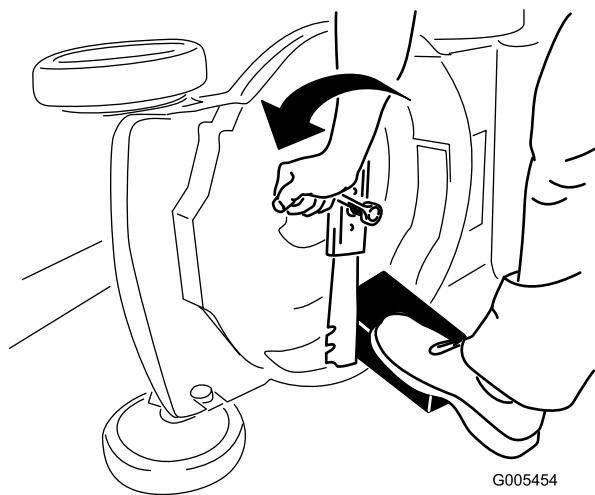

Figura 18
3. Utilice un bloque de madera para inmovilizar la cuchilla (Figura 18).
4. Retire la cuchilla, conservando todos los herrajes de montaje (Figura 18).